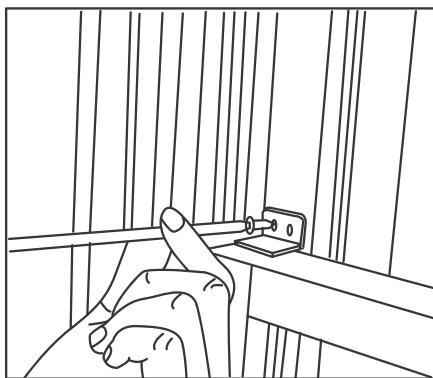

Fig.11
- 6 Pour fixer le châssis inférieur en place, fixez le verrouillage du châssis à angle droit avec une vis de 3/4 "(19 mm) comme illustré (Fig.11).